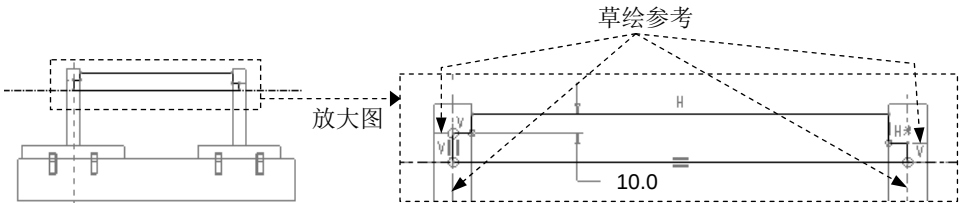

图 5.10.5 截面草图
(1) 此时系统弹出“元件创建”对话框，选中 **类型** 选项组中的 **零件**，选中 **子类型** 选项组中的 **实体**，然后在 **名称** 文本框中输入文件名 axes；单击 **确定** 按钮。
(2) 此时系统弹出“创建选项”对话框，选择 **创建特征** 单选项，并单击 **确定** 按钮。
Step5. 创建旋转特征。在操控板中单击“旋转”按钮 。设置零件 body 的 FRONT 基准面为草绘平面，RIGHT 基准面为参考平面，方向为 **右**；选取螺孔特征的边线为草绘参考；绘制图 5.10.5 所示的截面草图；选取旋转角度类型 （即草绘平面以指定的角度值旋转），角度值为 360.0。
注意：在进行草绘时，为了使创建的轴 AXES.PRT 能够随装配尺寸的变化而相应改变，即装配尺寸的改变能够驱动轴 AXES.PRT 的变化，需要手动选取参考，应该将视图设为 （线框状态），选取参考如图 5.10.5 所示。